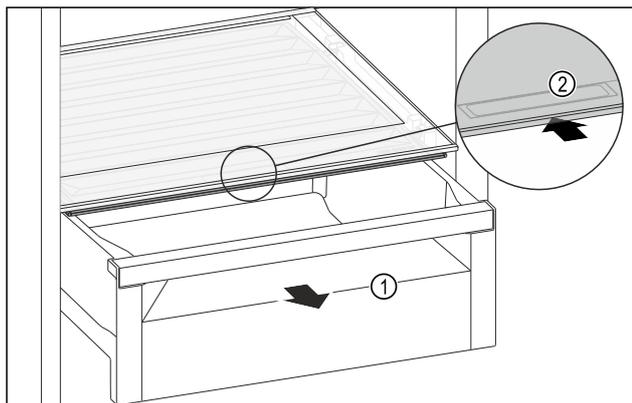

Fig. 117
- ▶ Estrarre il cassetto Fig. 117 (1).
- ▶ Afferrare la maniglia incassata Fig. 117 (2) sul coperchio dello scomparto e spingere allo stesso tempo all'indietro il coperchio dello scomparto.